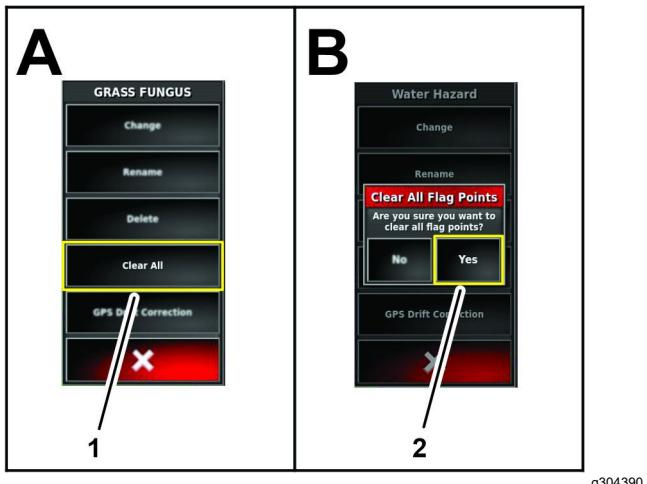

Figura 86
- Nel menu Modifica segnalazione, premete l'icona ELIMINA TUTTI (Figura 86).
- Nella finestra di dialogo Elimina tutti i punti di segnalazione, premete l'icona Sì (Figura 86).